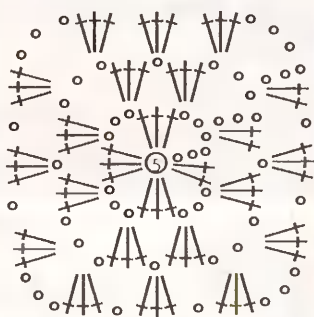
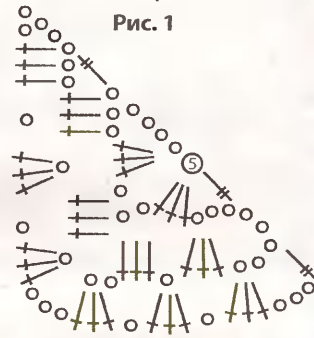
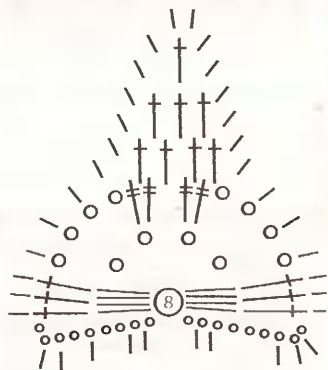

Рис. 1
Рис. 2
Рис. 3
**11 ряд** — плита 2-конфорочная (410x710 мм) — 1 шт. (рис. 3, 10)
Связала 82 квадрата (рис. 1), 6 треугольников (рис. 2) и равнобедренный треугольник (рис. 3).
**СБОРКА.** В деревянную рамку, заранее окрашенную только в черный (!) цвет, нужно вставить прямо по центру образок и прибить (**рис. 3**). Поставить боковые детали под углом от боковой стенки и к лику (**фото 7**). Затем прикрепить угловые детали (**фото 8**) и прибить отделочные планки. Вставить